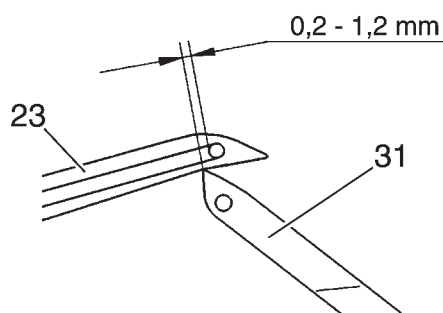

Рис. 24
В тот момент, когда оба петлителя перекрещиваются друг с другом, как показано на рис. 24, расстояние между носиком правого петлителя 16 и ушком левого петлителя 23 должно составлять 0,2 - 1,2 мм.
- Проверните приводной эксцентрик таким образом, чтобы расстояние, между носиком правого петлителя 31 и ушком левого петлителя 23 составляло 0,2-1,2 мм (рис. 24).